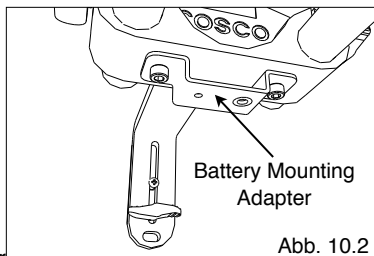

Abb. 10.2
- D** 2. Setzen Sie den Battery Mounting Adapter wie in Abb. 10.2 gezeigt unten am Schlitten an und befestigen Sie ihn mit den zwei Deckelschrauben.